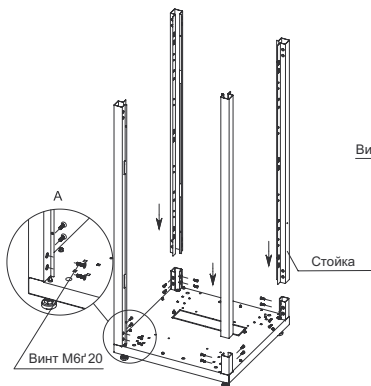

Рисунок 3 – Установка стоек
4.3.2 Извлеките из четвертого места стойки. Вставьте стойки в основание с опорами и закрепите винтами M6f 20 с потайной головкой (рисунок 3).